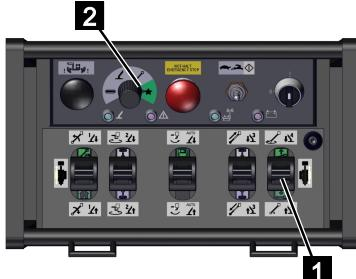

Abb. 115
2. Den Funktionswahlschalter auf [Sonderfunktionen] (grün) (Abb.115/2) stellen.
3. Den Steuerhebel (Abb.115/1) nach vorne drücken und solange halten, bis das Profilpaket angehoben wird und die Bewegung selbstständig stoppt.